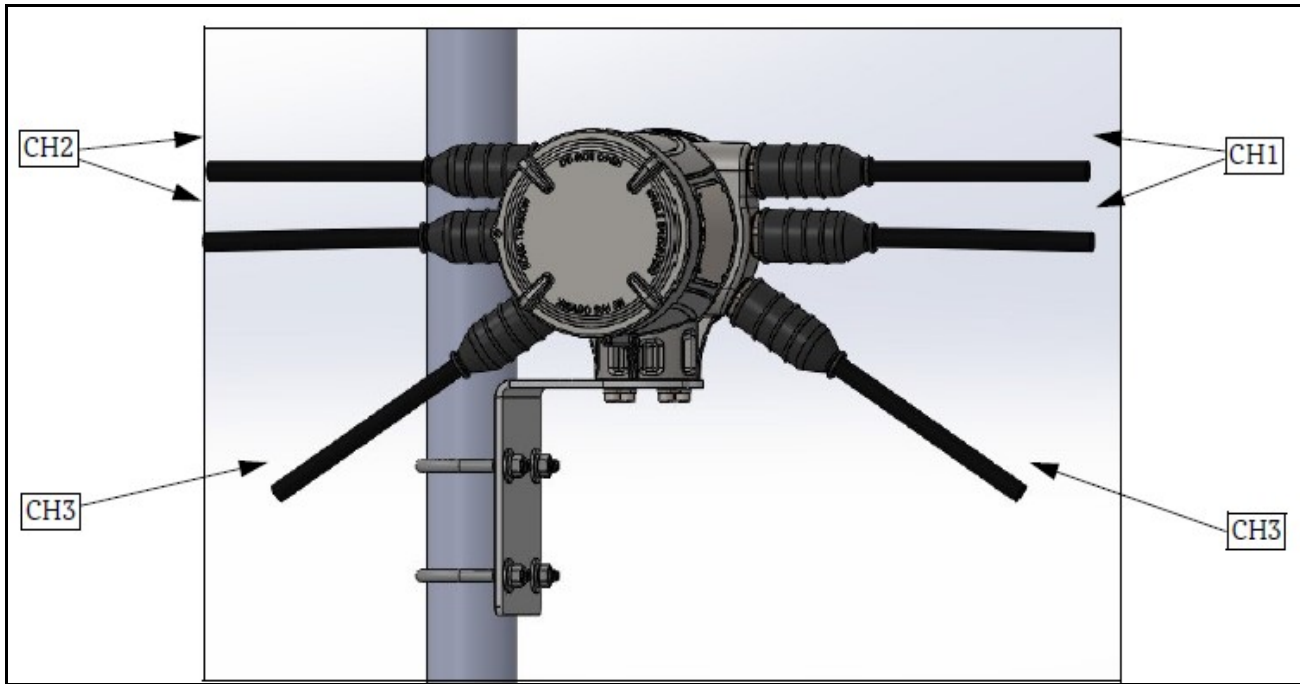

Figura 45: XMT1000, Caja de conexiones de 3 canales
2. Inserte un extremo de los cables de transductor en la caja de conexiones de 3 canales como se muestra en la Figura 45. (La posición de los cables en la Figura 45 es solo un ejemplo. Los cables de transductor se pueden colocar con cualquier orientación).